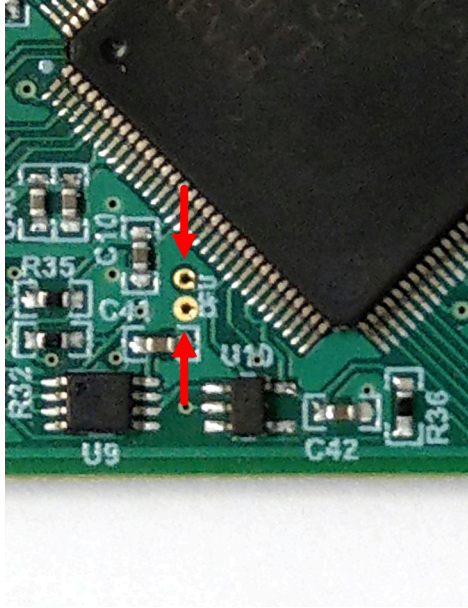

图 4-3. 用于手动进入 DFU 模式的测试点
- 使用镊子 (或导线) 短接标记为 DFU (请参见图 4-3) 的两个测试点，同时按下 RESET (复位) 按钮。如果正确操作，SCB 上的 LED D1 会熄灭，而 LED D5 (电源 LED) 保持亮起。如果 LED D1 仍点亮，则 GUI 固件仍为运行状态，器件未进入 DFU 模式。